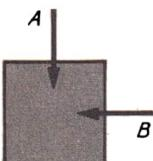

Bild 41
- 3.61** Bei einem Versuch zur Demonstration des Impulserhaltungssatzes springen gleichzeitig zwei Schüler (Masse A 42 kg, B 57 kg) in den in Bild 41 angegebenen Richtungen auf eine nach allen Seiten bewegliche Plattform auf, die sich in Ruhelage befindet. Beide Schüler haben die Geschwindigkeit $5,0 \text{ m s}^{-1}$. Berechnen Sie 1. den Betrag und 2. die Richtung der Geschwindigkeit, mit der sich die Plattform nach dem Aufsprung bewegt. Die Plattform hat die Masse 30 kg.